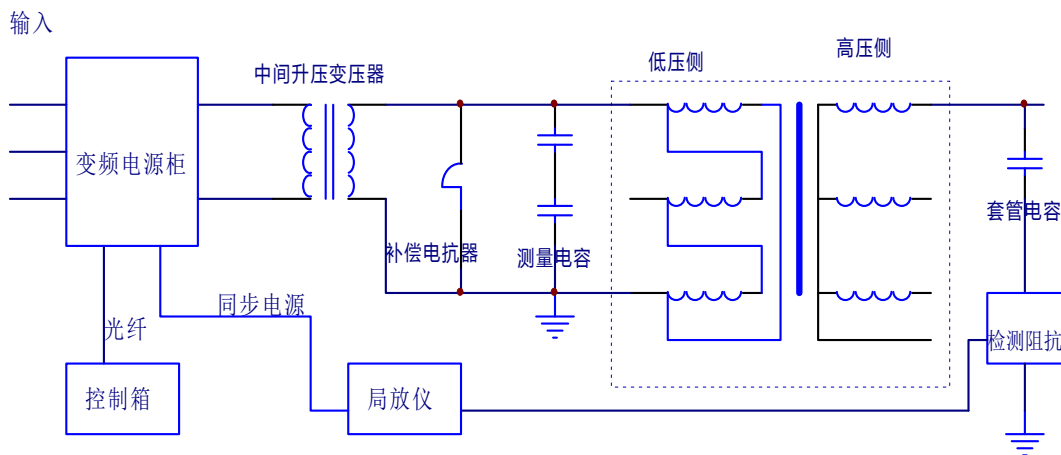

图 31 PY3520 型变频电源装置进行局部放电试验接线图
9.1.1 按照图 31 方式接好试验回路，确认无误后方可进行试验。先不接上被试品(包括补偿电抗器)进行空载升压试验，此过程可以校准试验电压，试验电压可以在测量电容上获取。接上被试品后，试验过程中，预先将频率调节至 150Hz。合闸后，升压至 20V 左右。然后调节频率，观察输出电流的变化。先启动“频率粗调”，当输出电流减小，就表明频率调节的方向正确；按照这个方向调节，在接近试验频率时，可以启动“频率细调”。直至电流最小，此时的频率就是试验频率（一般的，试验频率不要低于 100Hz）。然后升压到试验电压，在升压过程中要注意试验电流的变化，防止电流激增。适当时，可以微调频率。
9.1.2 在试验过程中，进行调频时，当输出电流没有明显变化。可以采取将试验频率设为 130~150Hz。或者在被试品的低压端添加补偿电抗器（图 31 所示），此时试验频率可能会高于 150Hz。